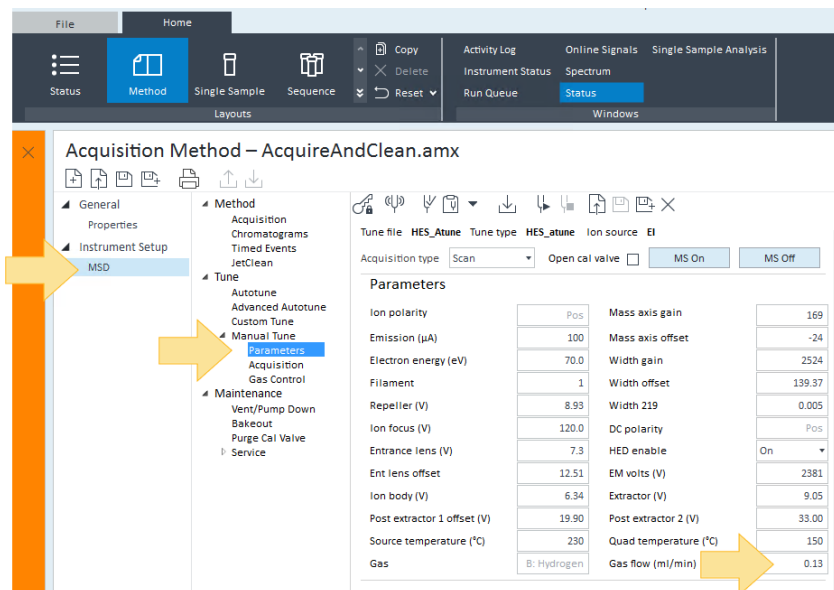

图 35. 手动调谐参数
- b 选择**调谐 > 手动调谐 > 参数**并将氢气气流参数设置为 **0.13**。开发采集和清洁方法时，务必要获取尽可能低的氢气流量，同时获得良好的结果。（请参阅图 35（第 104 页）。）